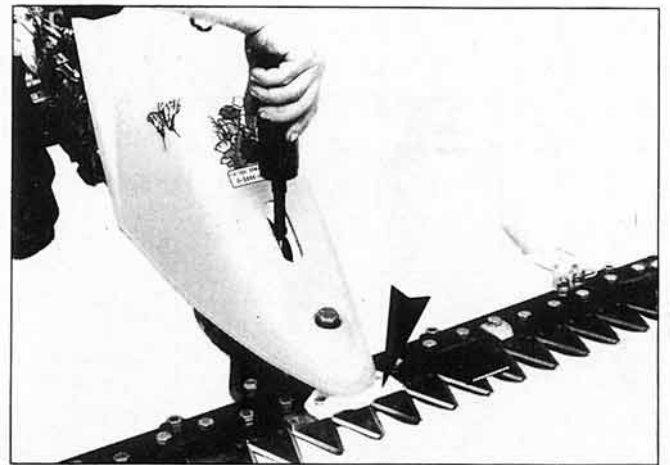

Fig. 8
**Mantenimiento de la barra segadora:** cada 4 horas de trabajo engrase el grupo de movimiento de la cuchilla a través del engrasador (fig.8).
Para desmontar la cuchilla, quite la conexión de la cuchilla desenroscando los tornillos (fig.8) y extraiga la cuchilla.